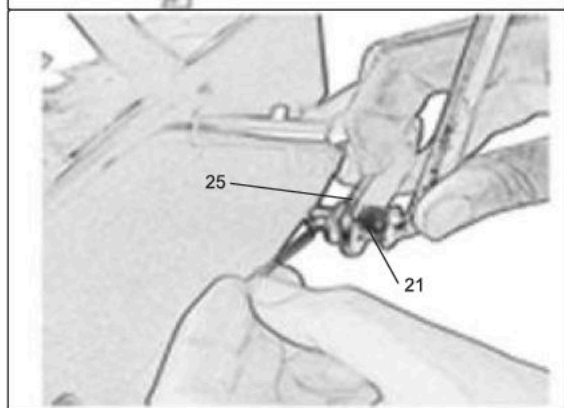

Рис.9.3
•Повторите сборочную операцию на кронштейне выбора передач (25) в нижней части снегоуборщика (рис. 9.3).